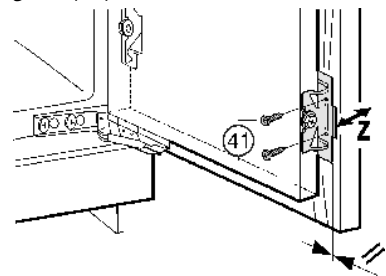

Fig. 24
- ▶ Скрепите вместе дверь устройства и мебельную дверь винтами *Fig. 24 (41)* при помощи крепежного уголка *Fig. 24 (34)*.